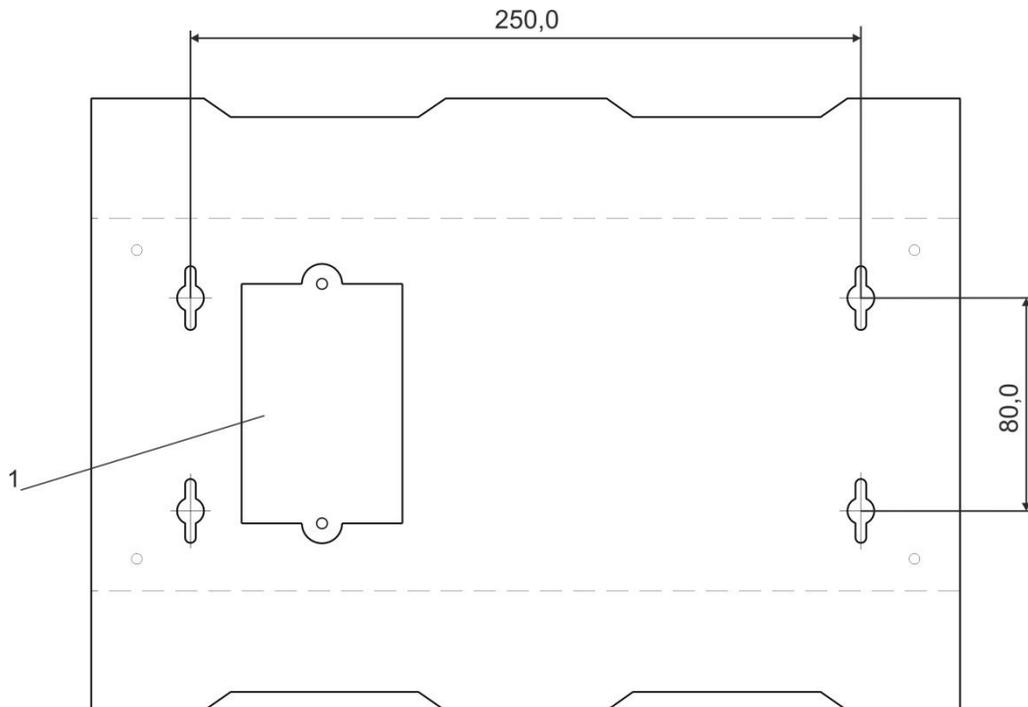

Рисунок 5.2. Монтажная схема крепления
1. Снять крышку (**рис.5.2, поз.1**), расположенную на задней стороне корпуса, открутив 2 самореза.
5. Закрепить световой маяк на стене через проушины на задней стороне корпуса с помощью саморезов (см. рис.5.2).